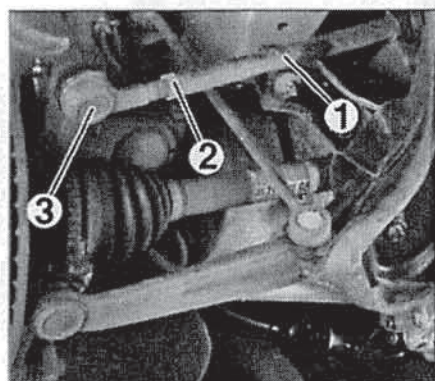

FIG. 5
Le parallélisme se règle par l'allongement ou le raccourcissement symétrique de la longueur des biellettes de direction (1), en les tournant par leur empreinte hexagonale, après avoir desserré les contre-écrous (2) des rotules de direction (3) (Fig.5).